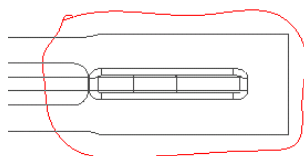

图 10.4.30 草绘轮廓线
(2) 在系统的提示下, 直接绘制图 10.4.30 所示的样条线来定义部分视图的边界, 当绘制到封合时, 单击鼠标中键结束绘制(在绘制边界线前, 不要选择样条线的绘制命令, 而是直接单击进行绘制)。